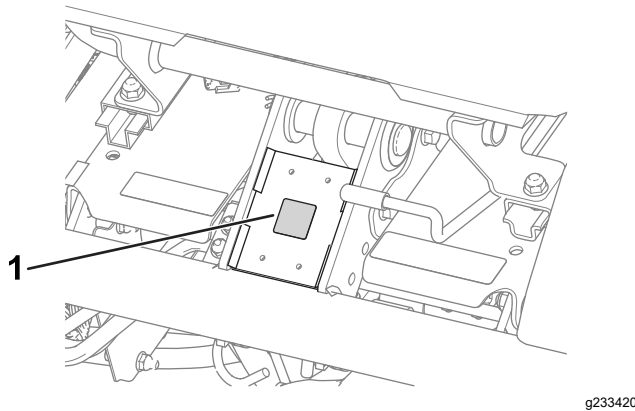

図 14
- CE マークステッカーP/N 93-7252を、運転席前下のフレーム部分に貼りつける 図 14。